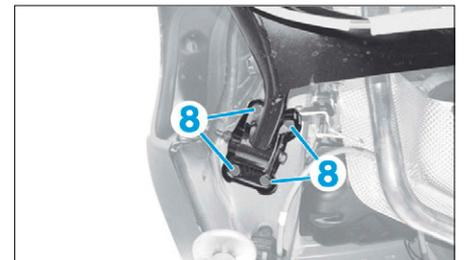

FIG. 78
- les vis de fixation (8) des deux côtés (Fig.78),